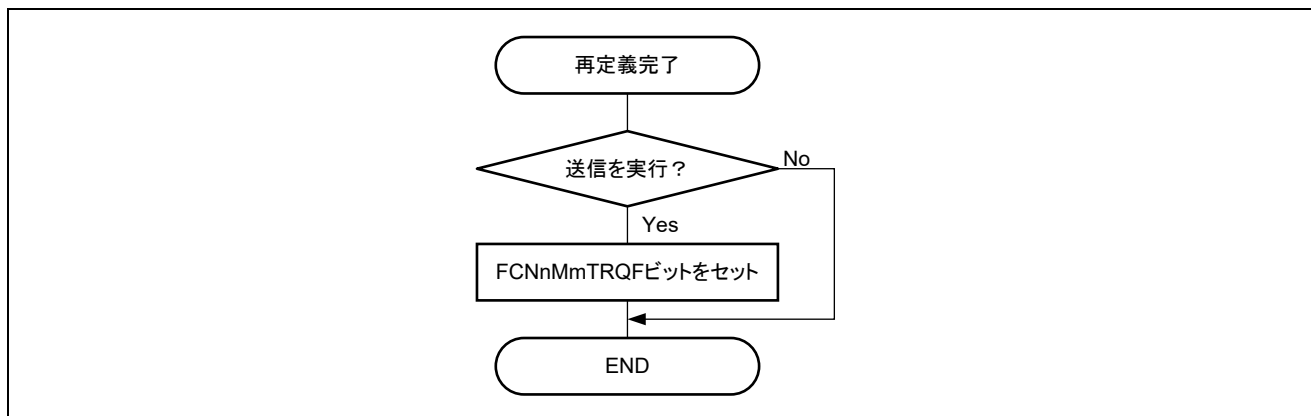

図25.4 再定義後の送信メッセージ・バッファに対する送信要求の設定 (FCNnMmCTL.FCNnMmTRQF)
- 2.** メッセージが送信されると、送信要求が設定された個々の送信メッセージ・バッファで設定されている ID, IDE および FCNnMmSTRB.FCNnMmSSRT に従って送信優先度をチェックします。優先度の最も高い送信メッセージ・バッファが選択され、送信に使用されます。図25.4「再定義後の送信メッセージ・バッファに対する送信要求の設定 (FCNnMmCTL.FCNnMmTRQF)」の手順を守らないと、優先度の最も高い ID を持つメッセージが再定義後に送信されないことがあります。